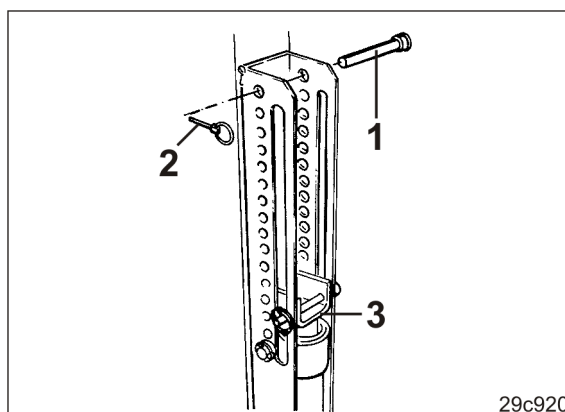

Fig. 177
3. Stikk bolten (Fig. 177/1) over festet (Fig. 177/3) inn i en boring i hullgruppen og (Fig. 177/2) sikre med en splint.